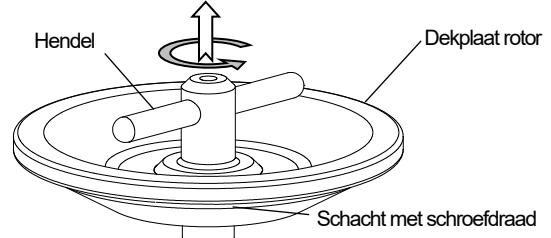

Fig. 3-1 Het verwijderen van de hendel
- 4) Breng een dunne laag siliconenvet (vacuümvet) aan op de pakking om deze volledig luchtdicht te maken en veeg overtollig vet af. Bij gebruik van de S58A en S50A rotor, bekleed de pakking (O-ring) van de hendel, na het loshalen van de hendel van de dekplaat, met een dunne laag siliconenvet (vacuümvet). Draai de hendel tegen de klok in terwijl u deze omhoogtrekt, zodat de hendel los kan komen van de dekplaat van de rotor (zie Fig. 3-1).
- 4) Breng een dunne laag siliconenvet (vacuümvet) aan op de pakking om deze volledig luchtdicht te maken en veeg overtollig vet af. Breng een dunne laag siliconenvet (vacuümvet) aan op de pakking (O-ring) van de hendel nadat u de hendel van de dekplaat heeft afgehaald (zie Fig. 3-1). Na het invetten van de hengelpakking (O-ring), plaats de hendel met hengelpakking (O-ring) op het rotorframe en draai de hendel in de richting van de klok mee voor het monteren van de hendel op de rotordekplaat.